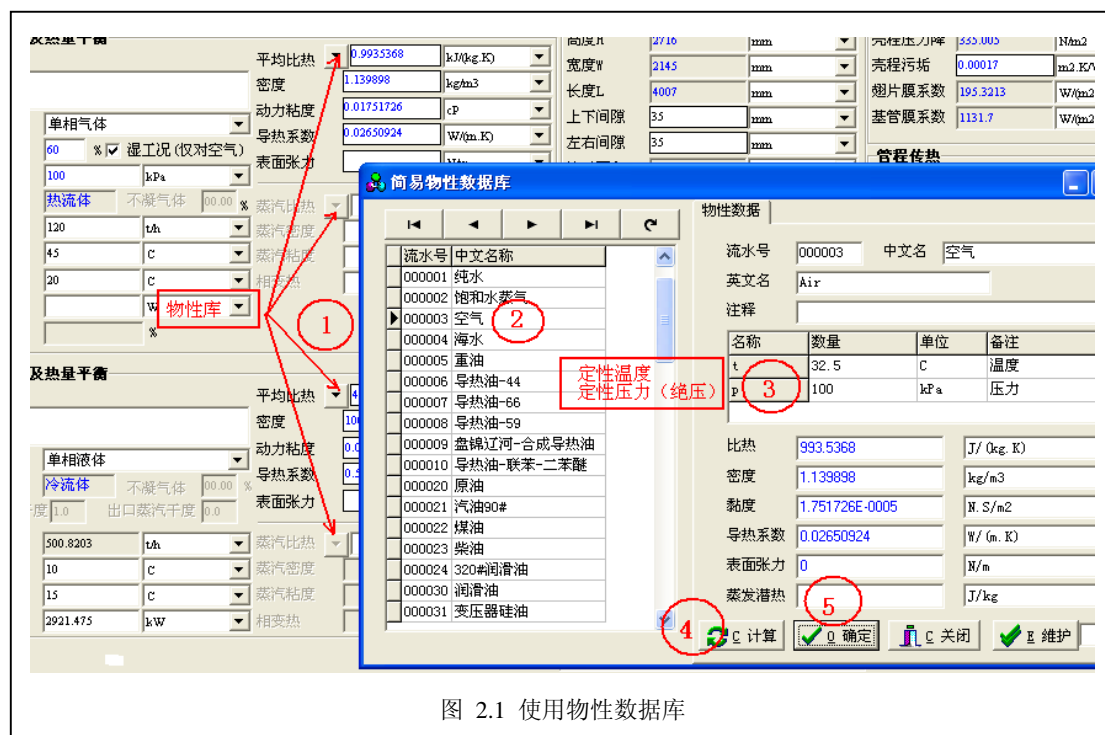

图 2.1 使用物性数据库
- 使用物性数据库。BoxHeater 自带了一个简易的物性数据库，使用方法：1) 在界面中按下“平均比热”右边的箭头，打开物性数据库；2) 选择物质种类；3) 填写定性温度和定性压力（绝压）；4) 按下“计算”按钮；5) 按下“确定”按钮。见图 2.1。